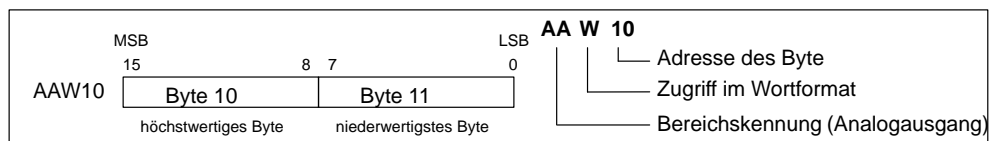

Bild 7-6 Zugriff auf einen Analogausgang
Die S7-200 wandelt digitale Wortwerte (16 Bit) in Strom bzw. Spannung um, und zwar proportional zum digitalen Wert. Sie greifen auf diese Werte über die Bereichskennung (AA), die Größe der Daten (W) und die Anfangsadresse des Byte zu. Da es sich bei Analogausgängen um Wörter handelt, die immer auf geraden Bytes beginnen (also 0, 2, 4 usw.), sprechen Sie die Werte mit den Adressen gerader Bytes an (z. B. AAW0, AAW2, AAW4) (siehe Bild 7-6). Ihr Programm kann die Werte von Analogausgängen nicht lesen.